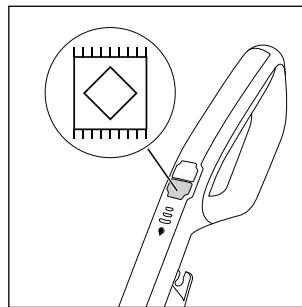

Fig. 17
- ◆ Appuyez sur l'interrupteur moquette  **13** pour allumer l'appareil (voir fig. 17). La LED de l'interrupteur moquette  **13** s'allume en bleu.
- Lorsque pour nettoyer des moquettes vous appuyez sur l'interrupteur solution de nettoyage ⑯ 15, deux fois autant de solution de nettoyage est distribué sur le rouleau brosse ⑥ par rapport au nettoyage de sols durs.
- Pour faire sécher plus vite les moquettes après le nettoyage, passez plusieurs fois l'appareil sur la moquette. Pour cela, n'activez pas la fonction spray continu et ne maintenez pas l'interrupteur solution de nettoyage ⑯ 15 enfoncé.
- ◆ Appuyez à nouveau sur l'interrupteur moquette ⑮ 13 pour éteindre l'appareil (voir fig. 17).